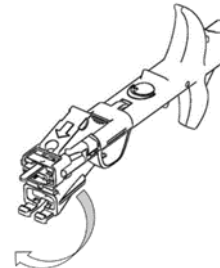

Fig. 2
5. Détacher soigneusement le bec de la cartouche de son crochet. Assurez-vous de ne pas endommager l'embout du bec de la cartouche. Remonter le bec de la cartouche jusqu'au clic, comme montré sur la Fig.2.